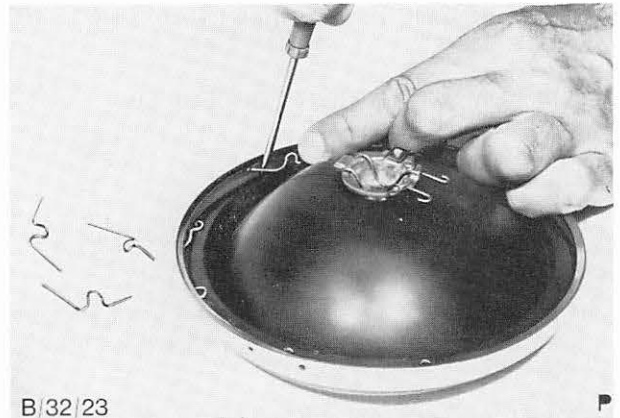

Abb. 37 Klammern – Weitstrahlerglas / Reflektor – lösen
5. 8 Klammern – Glas an Reflektor – entfernen. Abb. 37.